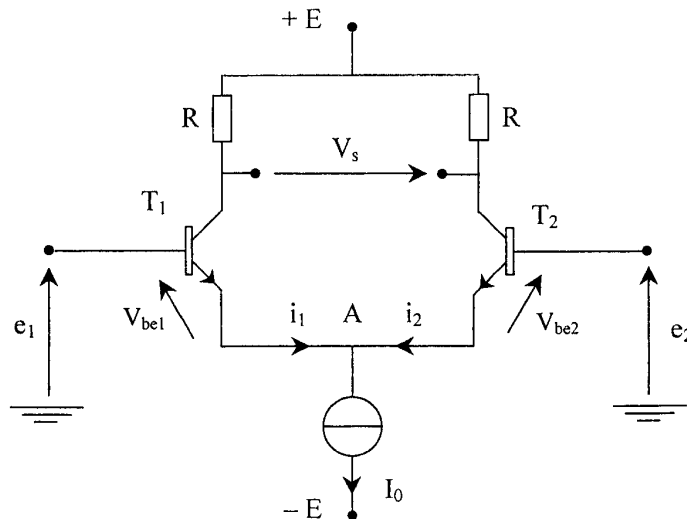

Figure 9
4.1. Etude d'un amplificateur différentiel (figure 9).